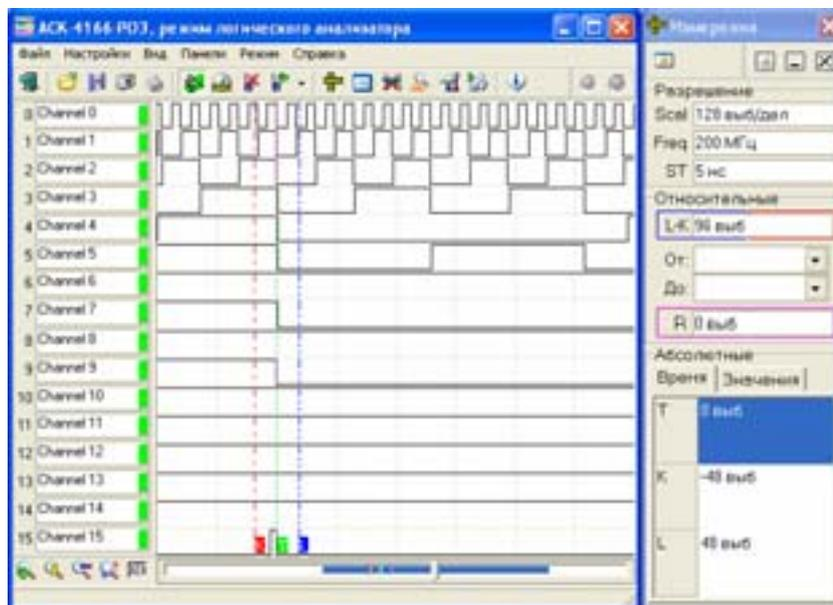

Рис. 11 Общая панель логического анализатора
2.3.7. После этого на экране главной панели будут отображаться входные сигналы, а в окнах панели управления — основные установки прибора см. Рис.11